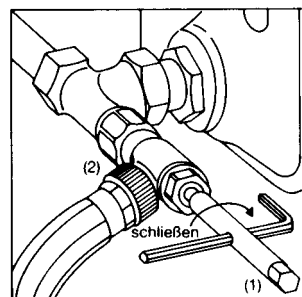

Bild 7
- 4.2 После заполнения надеть шестигранный ключ № 10 (1) на инструмент для заполнения и опорожнения (2) и завернуть шток вентилья, поворачивая ключ вправо (рис. 7).